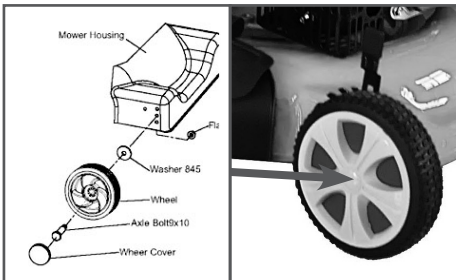

Рис. 2 Установка колес
3. Установите и закрепите колеса в средние отверстия на корпусе газонокосилки (Рис.2).